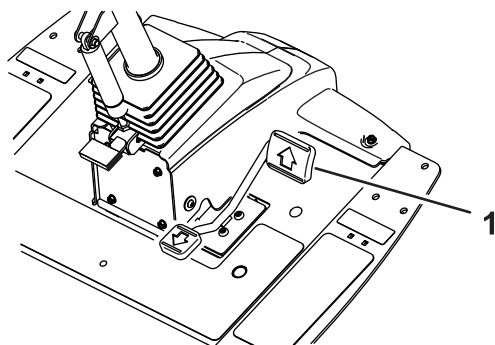
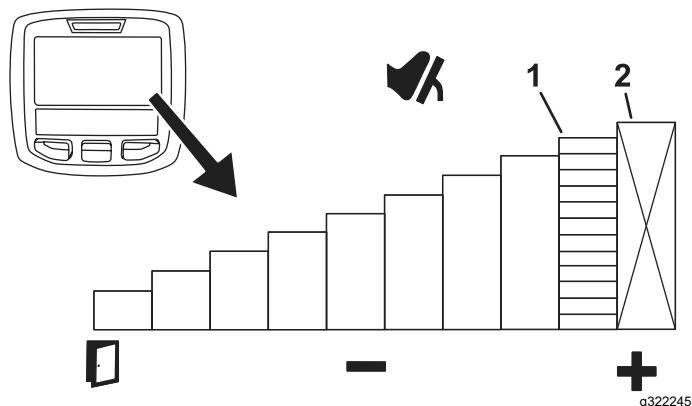

Figura 50
Figura 51
Pentru a seta temporar viteza maximă a mâinii, apăsați pedala de traciune complet înainte (Figura 50). Puteți seta o viteză separată pentru intervalul de tundere a ierbii și intervalul de transport (Figura 51).
- Pentru a accesa această funcție, selectați butonul central InfoCenter din ecranul principal (Figura 51).